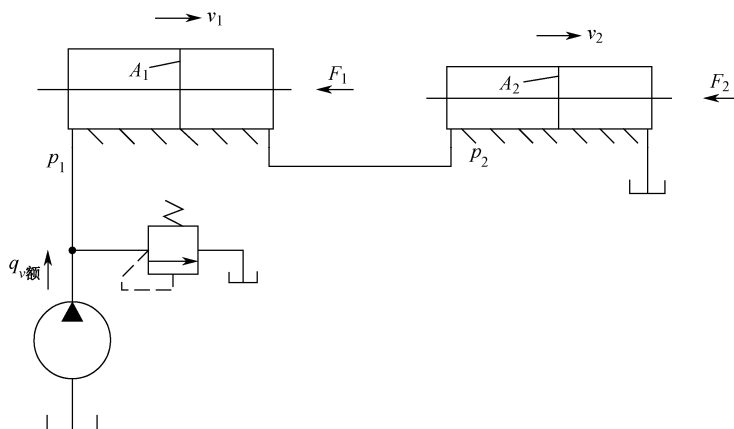

图 2-2-4
2. 如图 2-2-4 所示, 两串联双出杆活塞式液压缸的有效作用面积  $A_1=10\times 10^{-3}\text{m}^2$ ,  $A_2=5\times 10^{-3}\text{m}^2$ , 液压泵的额定流量  $q_{v\text{额}}=2\times 10^{-4}\text{m}^3/\text{s}$ , 不计损失, 试计算: